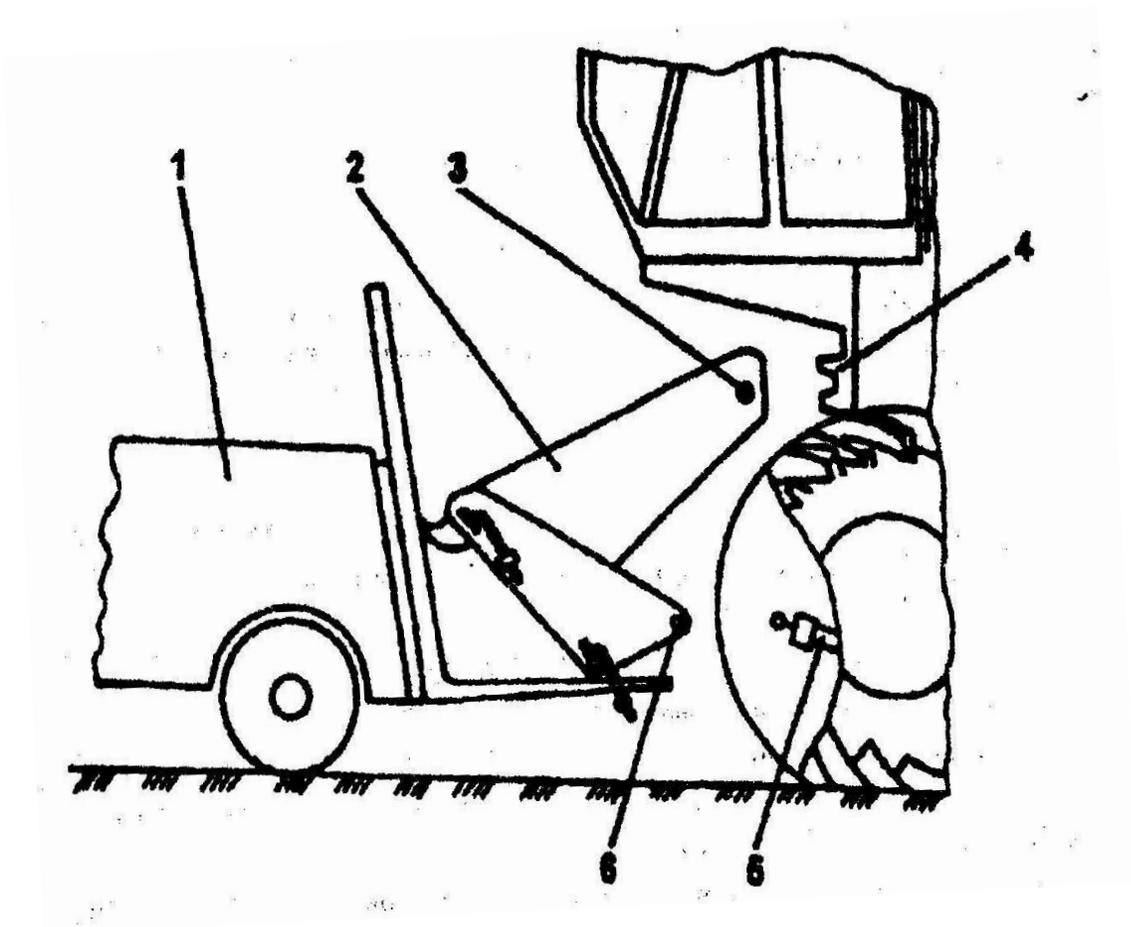

Рис. 13. Стыковка наклонной камеры с комбайном:
1) установите наклонную камеру 2 (рис. 13) на грузоподъемном средстве 1 так, чтобы ось 3 верхнего вала располагалась примерно против оси кронштейнов молотилки;